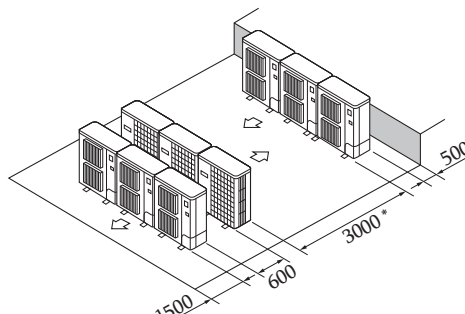

Fig. 2-13
⑥ Սարքերի դասավորությունը մի քանի հորիզոնական շարքերով (Fig. 2-13)